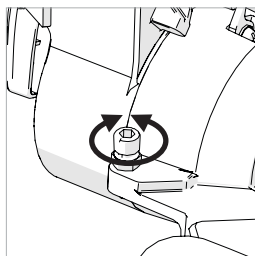

Fig. 25
- Utilizzare una chiave esagonale per intervenire in avanti e indietro sulla vite di regolazione conformemente alle esigenze. **(Fig. 25)**